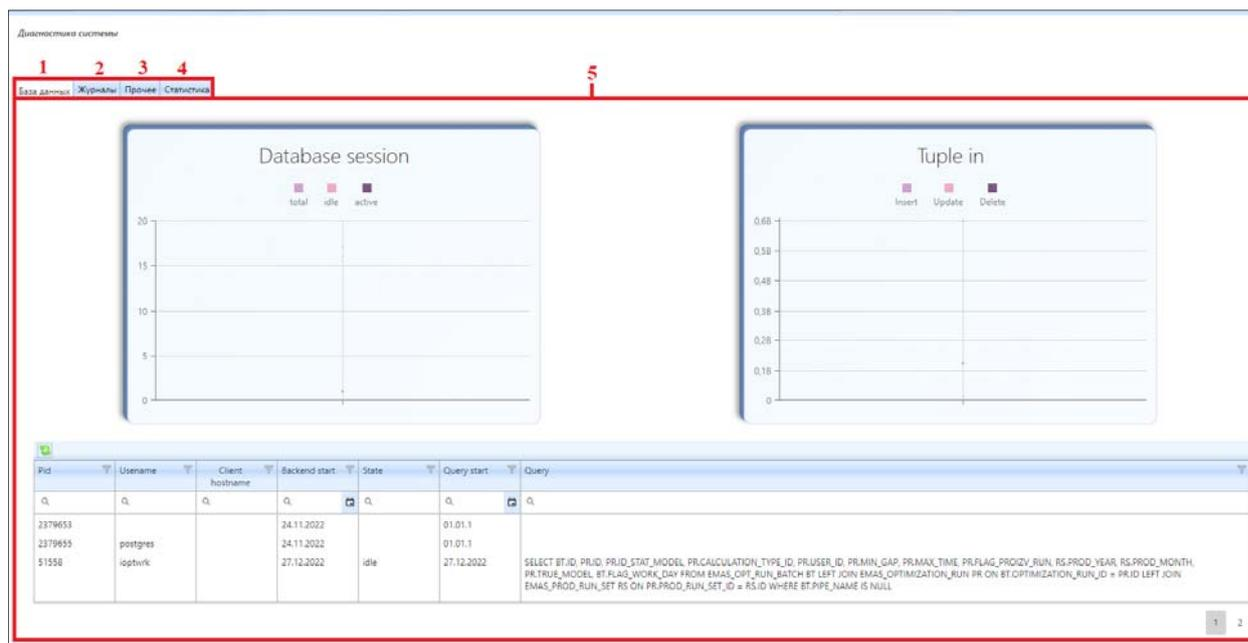

Рисунок 4.1.38 – Интерфейс подраздела «Диагностика системы»
На рис. 4.1.38 представлен интерфейс подраздела «Диагностика системы».
В блоке (5) (рис. 4.1.38) отображается содержимая информация выбранной вкладки с использованием средств визуализации данных.